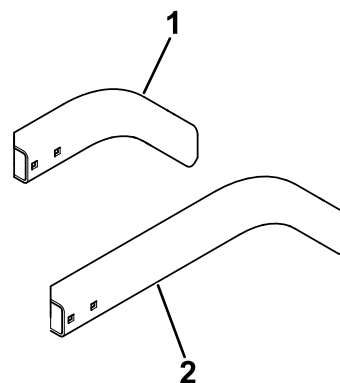

**Figura 18**
4. Fissate il supporto corto sinistro al supporto sinistro con 2 bulloni a testa tonda ( $\frac{5}{16}$ " x  $\frac{3}{4}$ "") e 2 dadi flangiati ( $\frac{5}{16}$ "") come illustrato nella Figura 18.